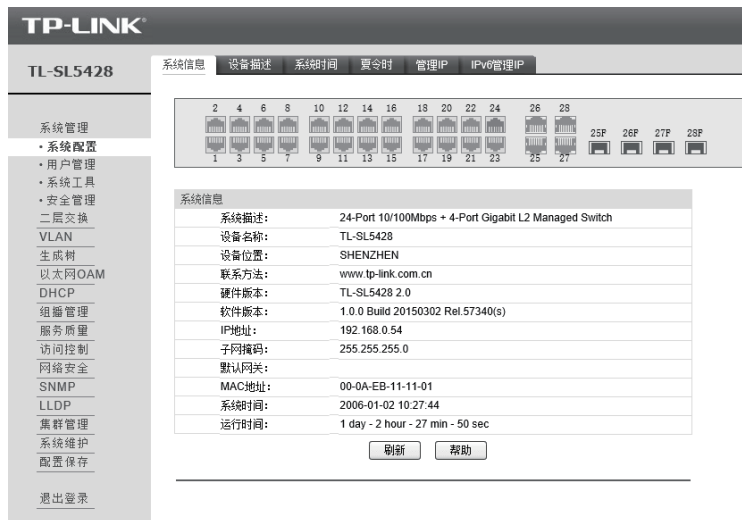

图4-3 交换机管理界面首页
2. 登录交换机管理界面首页, 如图4-3所示。点击左上角本公司的商标, 可以方便的访问本公司商用网络首页 (<http://smb.tp-link.com.cn>); 点击主页左侧的主菜单栏即可进行相应功能的配置。